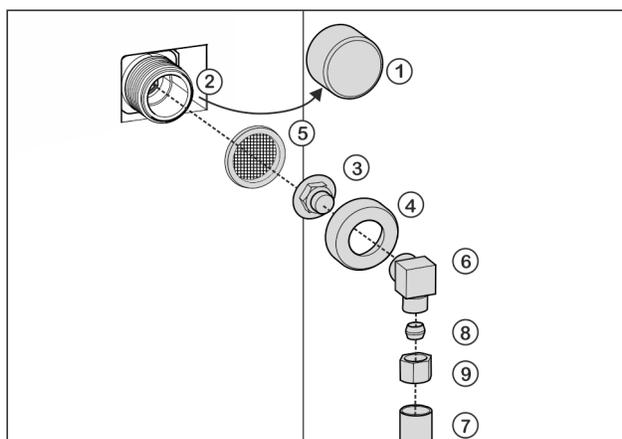

Fig. 24
- ▶ Enlever le bouchon *Fig. 24 (1)* de l'électrovanne *Fig. 24 (2)*.
- ▶ Insérer la pièce de raccordement *Fig. 24 (3)* dans l'écrou-raccord *Fig. 24 (4)*.
- ▶ Insérer le filtre *Fig. 24 (5)* avec la cavité dirigée vers le bas en direction de la pièce de raccordement *Fig. 24 (3)*.
- ▶ Visser l'écrou-raccord *Fig. 24 (4)* à la main sur le filetage de l'électrovanne *Fig. 24 (2)* jusqu'à ce qu'il soit bien positionné.
- ▶ Visser le coude *Fig. 24 (6)*.
- ▶ Raccorder la conduite d'eau *Fig. 24 (7)* (par ex. conduite en cuivre de 1/4" OD) au coude *Fig. 24 (6)* à l'aide de la bague de serrage *Fig. 24 (8)* et de l'écrou *Fig. 24 (9)*.
- ▶ Si nécessaire : Fixer la conduite d'eau *Fig. 24 (7)* sur le boîtier à l'aide de l'étrier d'arrêt.
- ▶ Mettre le coude *Fig. 24 (6)* de côté.
- ▶ Raccorder la conduite d'eau *Fig. 24 (7)* (par ex. conduite en cuivre 1/4" OD) à la pièce de raccordement *Fig. 24 (3)* avec une bague de serrage *Fig. 24 (8)* et un écrou *Fig. 24 (9)*.